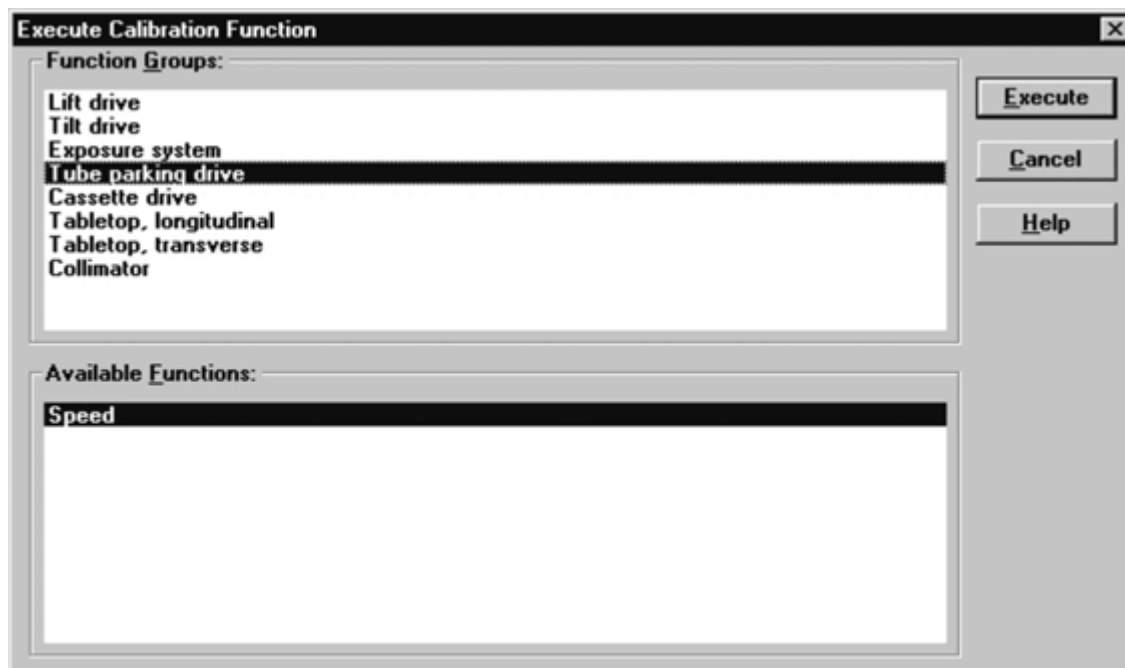

Fig. 23:
- Select **Speed** (Fig. 23 / p. 44).